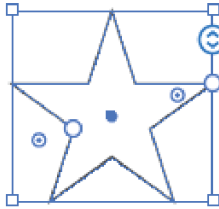

図1：選択ツールで選択された状態の星形オブジェクト
まず①「選択ツール」ですが、これは対象を左クリックで掴み、ドラッグ&ドロップで移動させたり、拡大縮小したり、縦横幅比を変えたりすることができるツールです（パワポで図形触る操作と大差ありません）。対象を選択（左クリック）した際の表示は図1のような感じで、オブジェクトを描画しているパス（外周）が青線で可視化されます（グループ化されたオブジェクトはグループ全体を選択します）。